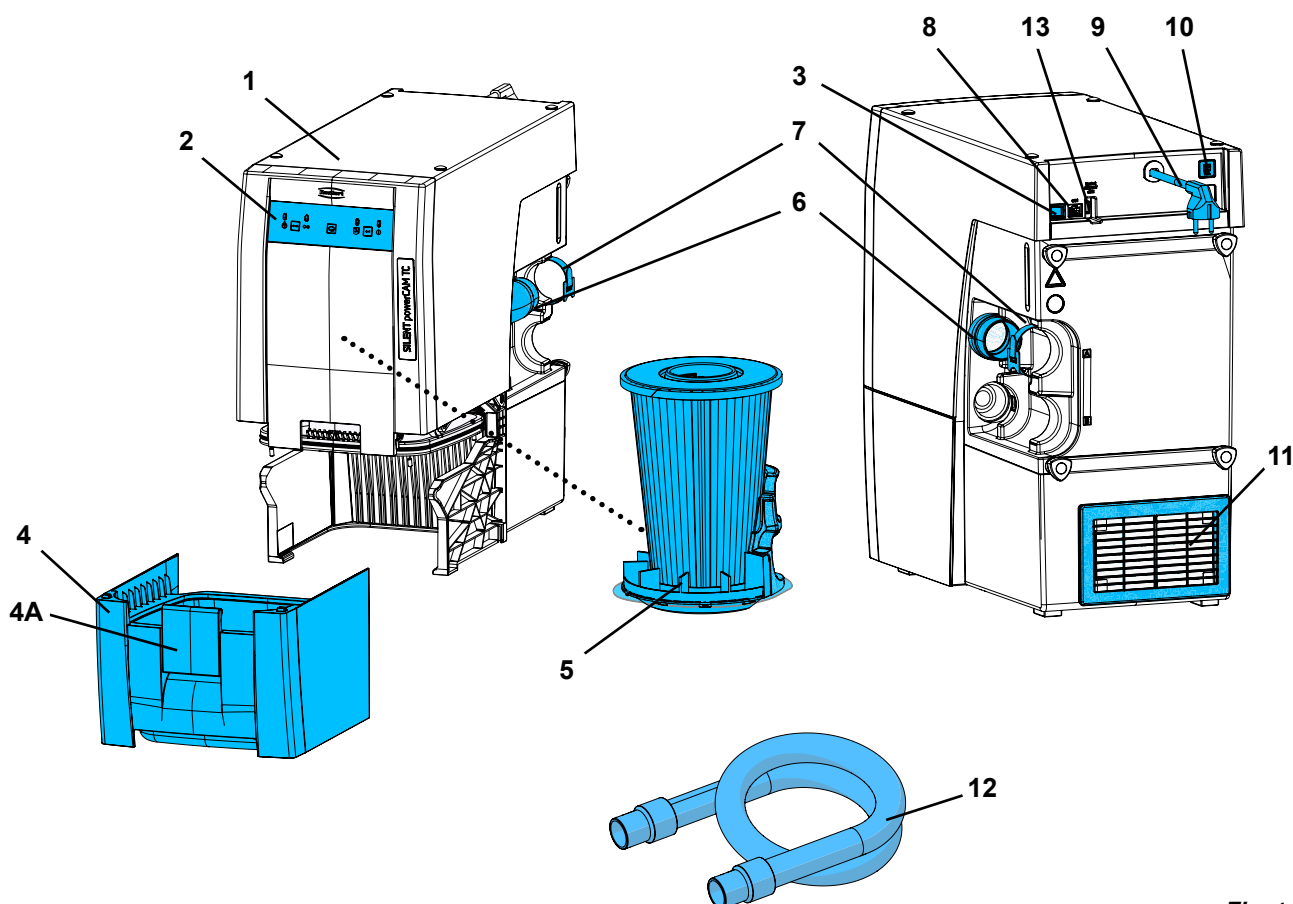

Fig. 1
- la fuoriuscita dell'aria di scarico (11, Fig. 1) non sia ostacolata.
- Utilizzare uno scarico aria esterno (A) (vedi cap. 4.6).
- Apertura sul lato posteriore dell'armadio (B), misure min. 250 x 120 mm, direttamente davanti all'uscita dell'aria (11, Fig. 1).
- Rimuovere il pannello posteriore dell'armadio (C), distanza del lato posteriore dell'armadio dalla parete min. 50 mm.
⇒ Disinserire l'apparecchio tramite l'interruttore On / Off (3, Fig. 1).
⇒ Svolgere il cavo di rete (9, Fig. 1) e inserire la spina di alimentazione nella presa elettrica dell'impianto dell'edificio.